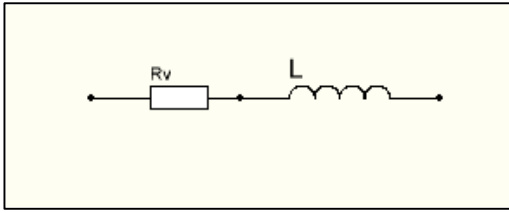

Bild 1: Serienschaltung einer Induktivität für tiefe Frequenzen
und ist das Verhältnis von induktivem Widerstand zum Reihenwiderstand R_v nach Bild 1.
Bild 1 und 2 zeigen den Impedanzverlauf einer idealen (1) und einer realen Induktivität (2). Bei der realen verlustbehafteten Induktivität ist bei tiefen Frequenzen der Verlustwiderstand R_v wirksam, der bei hohen Frequenzen – weit oberhalb der Eigenresonanzfrequenz – wieder erreicht wird.